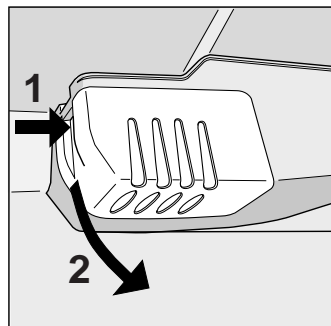

Fig. 4
- Remplacement de la lampe intérieure. La lampe pour l'éclairage intérieur est située dans la partie arrière du boîtier du thermostat. Pour la remplacer, débranchez l'appareil du réseau électrique, dévissez la lampe grillée et remplacez-la par une autre dont la puissance ne dépasse pas la puissance indiquée sur la protection (15 W ou 25 W) en procédant comme illustré figure 4.